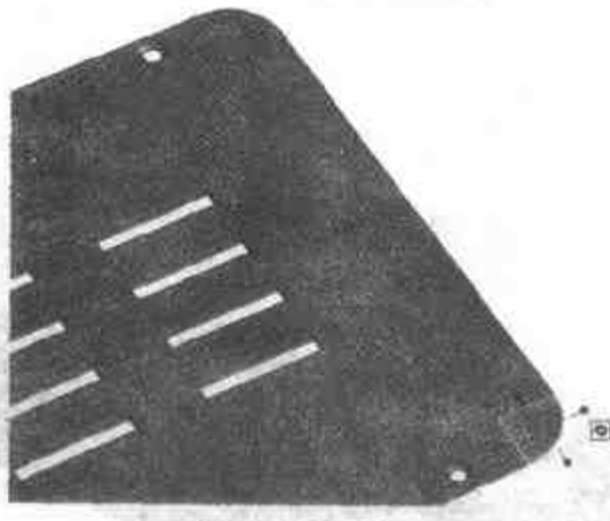

图 4.115 完成圆角过渡
- (6) 在如图 4.115 所示边的两个角点拖入【钣金】设计元素库中的【顶点过渡】图素，将圆角半径改为 12。